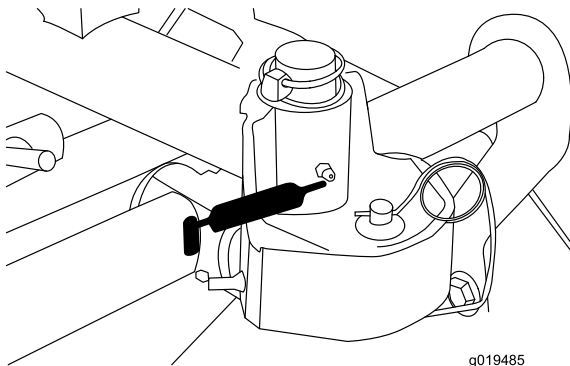

Figura 44
- Estrutura de suporte e articulação da unidade de corte (2 de cada) (Figura 44).